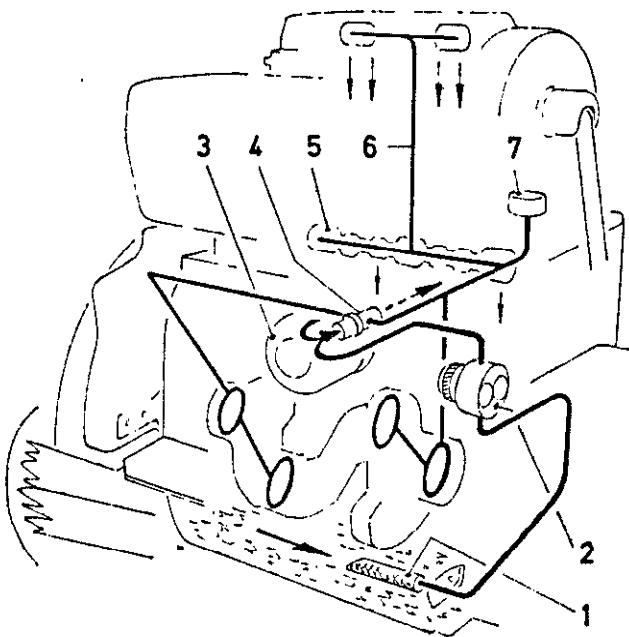

Fig. 35
Oljetrykket er begrenset av oljetrykksventilen (4) som er innebygget bak smøreoljefilteret (se fig 35 og 41). Oljetrykket avleses på manometeret (7).